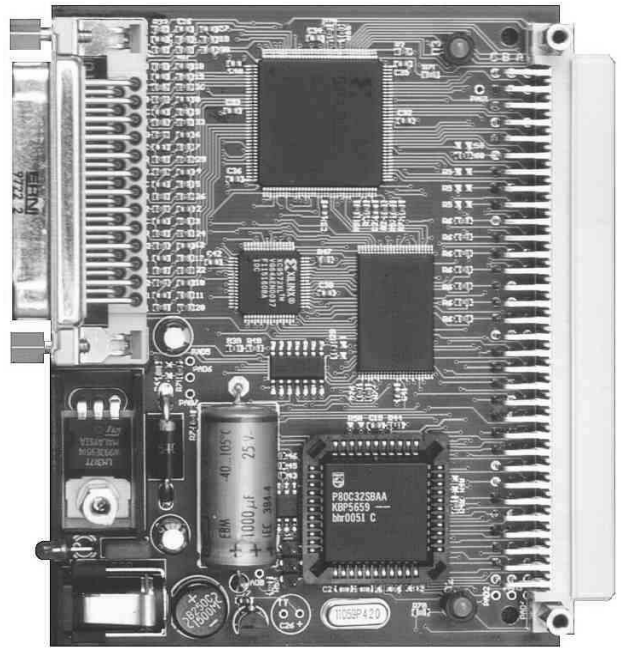

Abbildung 4
- Sofort einsetzbares, erweiterbares Demo Board "dlk51" mit xc2s50 oder xc2s100 FPGA; Größe 80x100mm; xc9572xl CPLD; 8032 CPU; 512 KByte Flash-Speicher für 2 FPGA Konfigurationsdateien und 4 unabhängige 64 KByte CPU Programmdateien; i2C Schnittstelle und EEprom; integrierte Stromversorgung; RS-232 und LCD Schnittstelle. Geeignet zur Integration von "soft-CPU's. Die Schaltung ist als komplettes 3V3 Design ausgelegt. (Abbildung 4).